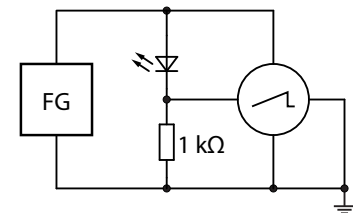

Abbildung 14: Reihenschaltung einer LED und eines Widerstands. Messung von Strom- und Spannungsverläufen mit dem Oszilloskop.
- Bauen Sie eine Reihenschaltung aus Leuchtdiode (LED) und einem  $1 \text{ k}\Omega$ -Widerstand auf und betreiben Sie diese Schaltung mit einer Wechselspannung von etwa  $f=5 \text{ Hz}$ ,  $u_{SS} \approx 10 \text{ V}$ , DC-Offset=0 (Abb. 14).